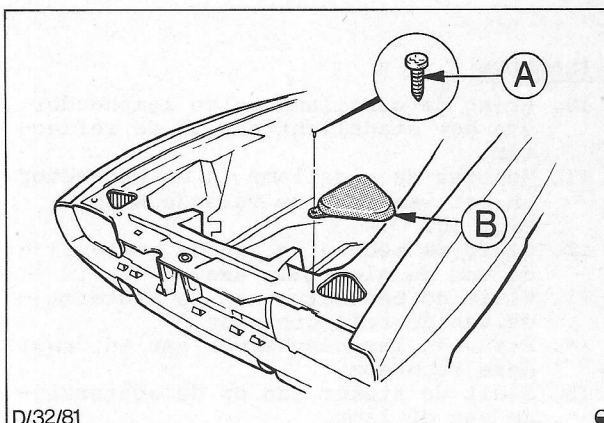

Fig. 13. Dekplaat van koplamp
9. Monteer de dekplaat aan het voorste binnenpaneel. Fig. 13.